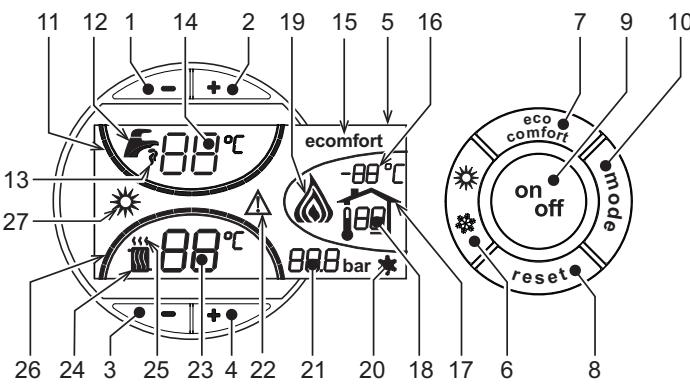
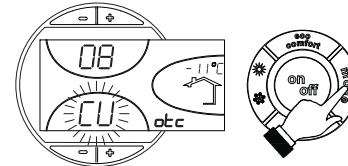
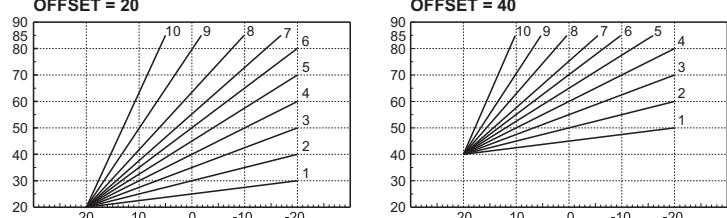

fig. 1 - Controlepaneel
fig. 11 - Kromming stooklijn
fig. 14 - Voorbeeld van parallelle verplaatsing van de compensatiecurven
Het verzoek om verwarming (door de Omgevingsthermostaat of de Timerafstandsbediening) wordt aangegeven met knippen van de warme lucht boven de radiator (detail 24 en 25 - fig. 1).
De streepjes die de verwarmingsgraad aangeven (detail 26 - fig. 1) gaan branden naarmate de temperatuur van de verwarmingssensor de ingestelde waarde dichter benadert.
Het verzoek om sanitair water (naar aanleiding van gebruik van warm sanitair water) wordt aangegeven met knippen van het warm water onder de kraan (detail 12 en 13 - fig. 1). Controleer of de functie Comfort geactiveerd is (detail 15 - fig. 1)
De streepjes die de temperatuur van het sanitaire water aangeven (detail 11 - fig. 1) gaan branden naarmate de temperatuur van de sensor van het sanitaire water de ingestelde waarde dichter benadert.
Wanneer verwarming van de boiler actief is (standaard ingesteld) wordt op het display het symbool COMFORT (detail 15 - fig. 1) geactiveerd; wanneer ze is uitgeschakeld is op het display het symbool ECO (detail 15 - fig. 1) geactiveerd
De gebruiker kan de boiler uitschakelen (modus ECO) door te drukken op de toets eco/comfort (detail 7 - fig. 1). Druk nogmaals op de toets eco/comfort (detail 7 - fig. 1) om de modus COMFORT te activeren.
Druk 1 seconde op de toets on/off (detail 9 - fig. 1) .
De sanitaire en verwarmingswerkings is niet meer actief. Het antivriessysteem blijft actief. Druk nogmaals 1 seconde op de toets **on/off** (detail 9 - fig. 1) om de ketel weer aan te zetten.
Druk 1 seconde op de toets **zomer/winter** (detail 6 - fig. 1).
Op het display wordt het symbool Zomer (detail 27 - fig. 1) actief: de verwarmingsketel levert uitsluitend warm water. Het antivriessysteem blijft actief.
Druk weer 1 seconde op de toets **zomer/winter** (detail 6 - fig. 1) om de modus Zomer te deactiveren.
Bieden de **verwarmingstoetsen** (detail 3 en 4 - fig. 1) om de temperatuur te variëren van minimaal 30 °C tot maximaal 80 °C.
-/+ Bieden de toetsen voor sanitair water (detail 1 en 2 - fig. 1) om de temperatuur te variëren van minimaal 10°C tot maximaal 65°C.
Wanneer de externe temperatuursonde (optioneel) wordt geïnstalleerd, wordt op het display van het bedieningspaneel (detail 5 - fig. 1) de werkelijke, door de sonde gemeten buitentemperatuur weergegeven. Het regelsysteem van de verwarmingsketel werkt met "Weersafhankelijke Temperatuur". In deze modus wordt de temperatuur van de verwarmingsinstallatie gereguleerd overeenkomstig de externe weersomstandigheden, zodat gedurende het hele jaar verhoogd comfort en energiebesparing wordt gegarandeerd. Namelijk bij toename van de buitentemperatuur wordt de uitgangstemperatuur van de installatie volgens een vastgestelde "compensatiecurve" verlaagd.
Bij regeling met Weersafhankelijke temperatuur wordt de temperatuur die ingesteld is met de verwarmingstoetsen -/+ (detail 3 en 4 - fig. 1) de maximum uitgangstemperatuur van de installatie. Aanbevolen wordt om de maximumwaarde in te stellen, zodat het systeem bij het regelen gebruik kan maken van het gehele functioneringsbereik.
Door eenmaal op de toets **mode** (detail 10 - fig. 1) te drukken wordt de huidige compensatiecurve (fig. 11) afgebeeld en kan ze gewijzigd worden met de **toetsen sanitair water** (detail 1 en 2 - fig. 1).
Door te drukken op de **verwarmingstoetsen** (detail 3 en 4 - fig. 1) wordt toegang verkregen tot parallelle verplaatsing van de curven (fig. 14), die gewijzigd kan worden met de **toetsen sanitair water** (detail 1 en 2 - fig. 1).
Druk nogmaals op de toets **mode** (detail 10 - fig. 1) om de modus voor afstellen van parallelle verplaatsing van de curven af te sluiten.